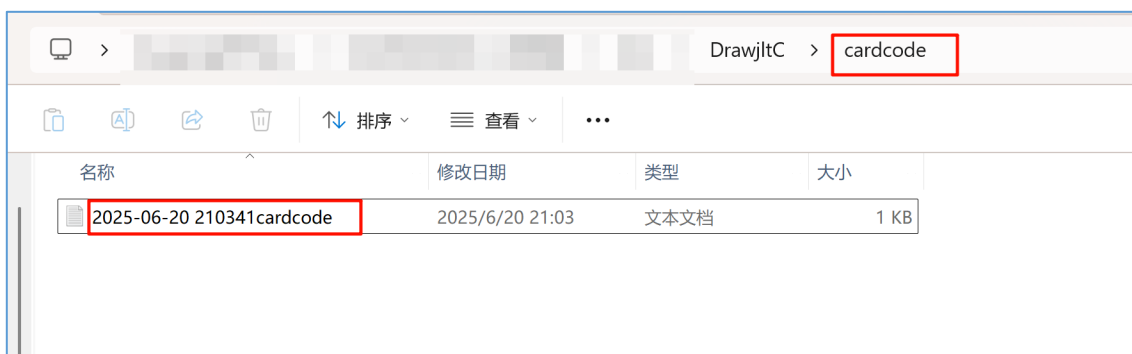

图 3-8 在“cardcode”文件夹中获得卡密
- c) ****“cardcode”文件夹****。如 b) 中消息面板的信息所示，为了避免您因为误点等原因在没有保存卡密前关闭了浏览器或本软件，我们会在验证您成功支付后，将您的卡密以 **txt** 的文本文件存放到软件安装目录下的 **“cardcode”** 文件夹中，文件名是：**购买卡密时的日期及时间（精确到秒）+cardcode**。如图 3-8 所示。